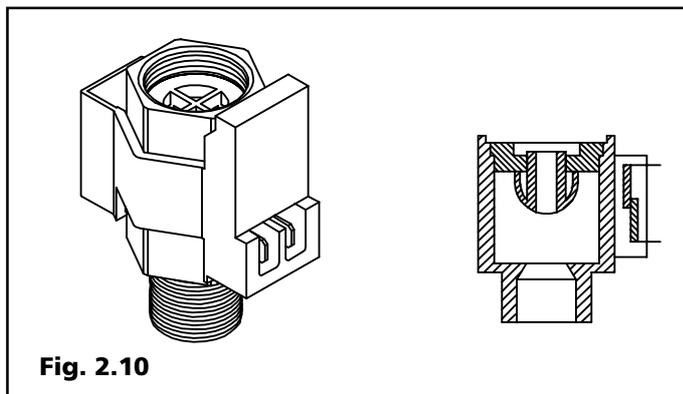

Fig. 2.10
4) Flussostato (Fig. 2.10): dispositivo in grado di rilevare la presenza del flusso dell'acqua tramite un galleggiante composto da un otturatore in teflon, con un settore cala-